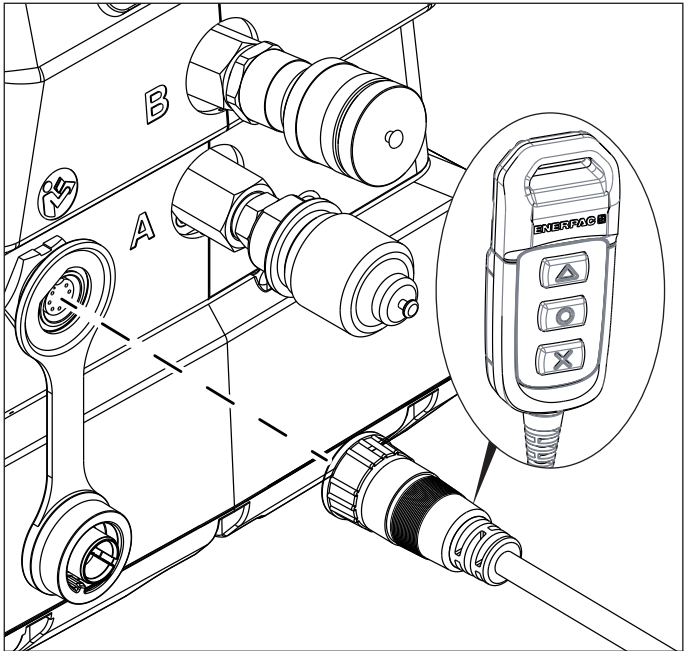

Figura 4: Conexão da Botoeira
1. Remova a tampa guarda pó do conector na frente da bomba e conecte o cabo da botoeira. Veja Figura 4.